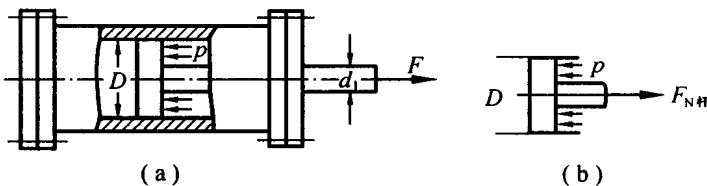

图 2-11
2.11 如图 2-11(a) 所示, 卧式拉床的油缸内径 $D = 186 \text{ mm}$, 活塞杆直径 $d_1 = 65 \text{ mm}$, 材料为 20Cr 并经过热处理, $[\sigma]_{杆} = 130 \text{ MPa}$ 。缸盖由 6 个 M20 的螺栓与缸体连接, M20 螺栓的内径 $d = 17.3 \text{ mm}$, 材料为 35 钢, 经热处理后 $[\sigma]_{螺} = 110 \text{ MPa}$ 。试按活塞杆和螺栓强度确定最大油压 p 。
活塞杆的受力如图 2-11(b) 所示。由平衡条件 $\sum F_x = 0$, 可得活塞杆的轴力为 $F_{Neff} = p \frac{\pi}{4} (D^2 - d_1^2)$ 。